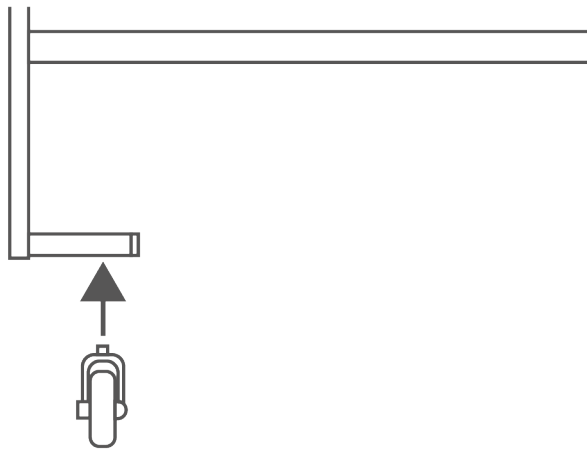

Рисунок 7.2.2. Установка опорного колеса
5. Закрутите резьбовую ось опорного колеса в основание опорной планки створки (рис.7.2.2).